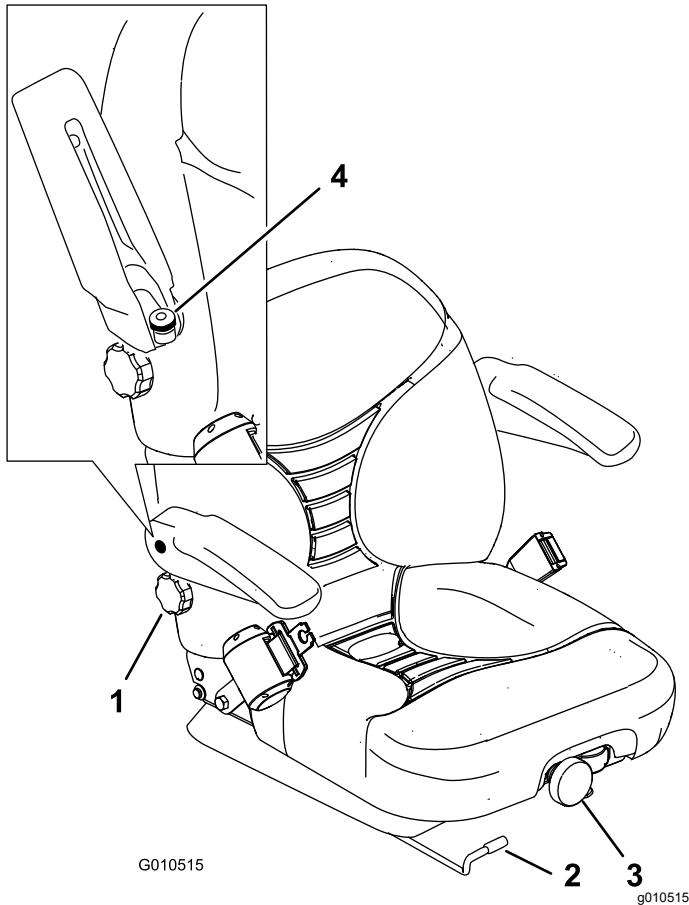

图 33
1. 横向移动控制杆打开座椅的锁定图 33。
要调整座椅可向任一方向旋动前旋钮以提供最佳的舒适度图 33。
要调整座椅靠背可向任一方向旋动旋钮在右扶手下方以提供最佳的舒适性图 33。
提起扶手并向任一方向旋动旋钮以提供最佳的舒适性 (图 33)。